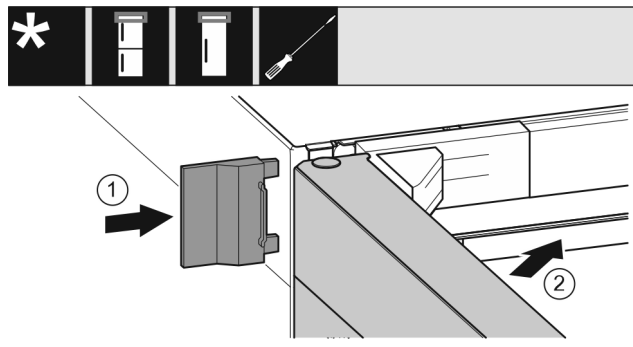

Fig. 21
- ▶ 插入外盖 Fig. 21 (1)。
- ▶ 关闭冰箱上方门 Fig. 21 (2)。